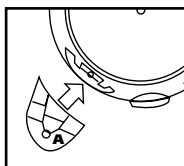

FIGURE 8
7. Tandis que le drain vous fait face, prenez la patte à roulette marquée de la lettre **A** et placez-la dans la fente du côté gauche du réservoir également marquée par la lettre **A.** **FIGURE 8.**